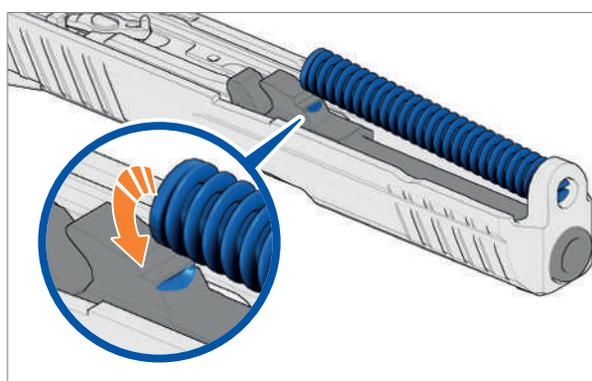
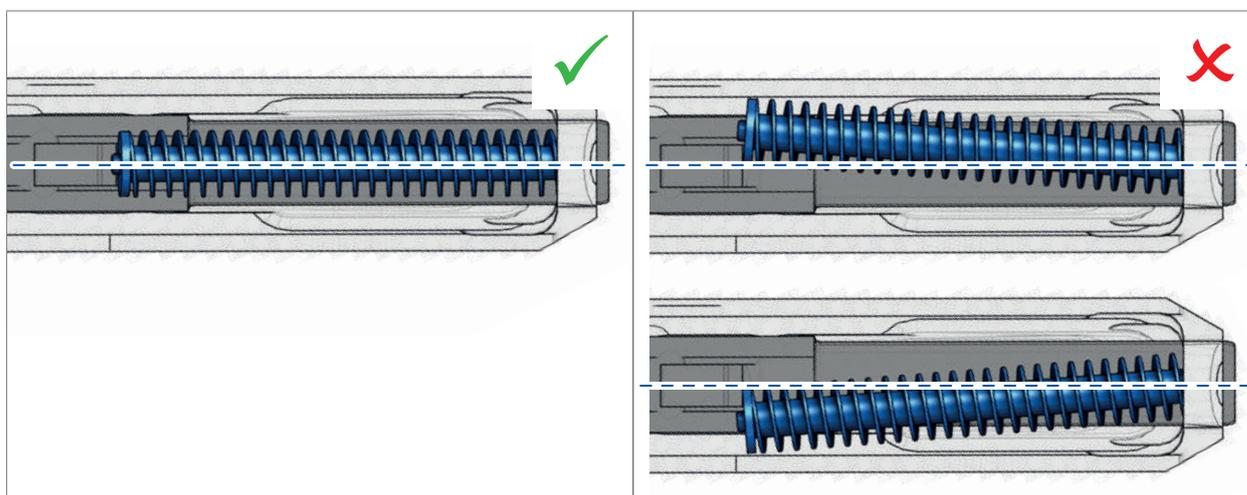

Abb. 68: Schließfeder abstützen
Abb. 69: Einbaulage der Schließfeder
4. Schließfeder an der Steuerfläche des Rohrs abstützen (Abb. 68). Einbaulage der Schließfeder beachten (Abb. 69).